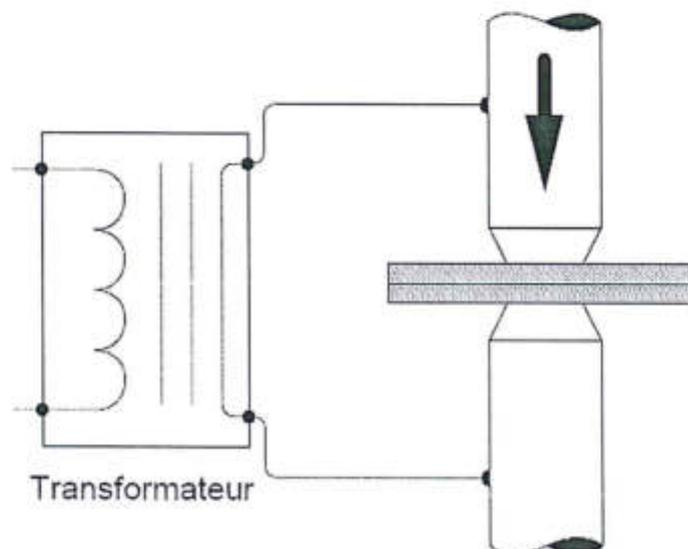

Figure 11 : Principe du soudage par points
Le soudage par points sert à assembler localement deux tôles, en utilisant l'effet Joule. A cet effet, on comprime ces tôles à l'aide d'une paire d'électrodes, généralement en alliage de cuivre, et l'on fait passer par ces mêmes électrodes un courant électrique de forte intensité, Figure 11. La chaleur engendrée par ce courant à l'interface tôle-tôle fait fondre localement le métal, ce qui crée, après solidification, un point de soudure.
- 3- En refroidissant, ce noyau fondu fixe localement les deux tôles entre elles, Figure 11.